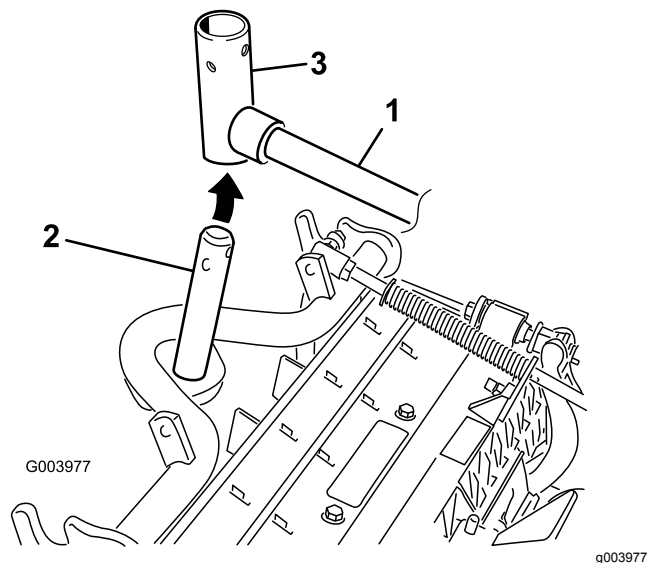

图 8
7. 对于前滚刀组在将承载架轴向上插入提升臂轴枢的同时把滚刀组滑到提升臂下方图 8。
B. 将提升臂枢插入承载架轴的上方图 8。